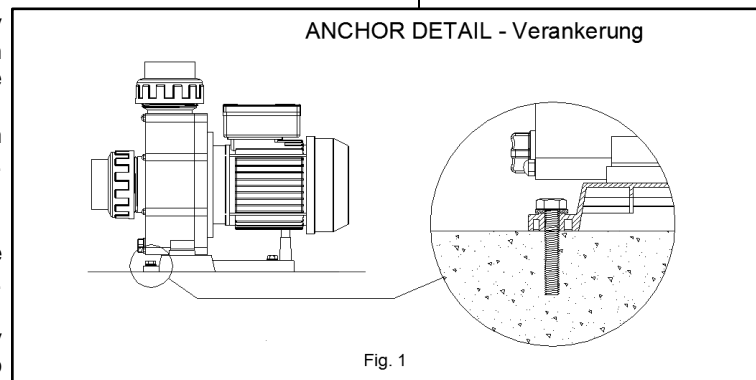

Fig. 1
• All pumps come with a two-drill foot to allow for them to be fixed in the floor by means of an anchor. (Fig. 1).
• Alle Pumpen haben einen Fuss, der zwecks Verankerung am Boden mit vier Bohrungen versehen ist. (Abb.1)